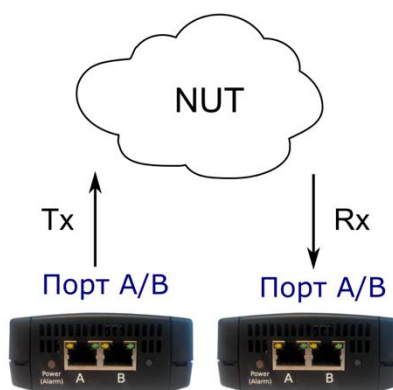

Рисунок 10.2. Подключение прибора для проведения измерений в одном направлении. Вариант 2
2. Для тестирования используются два прибора (рис. 10.2), синхронизированных по протоколу NTP.